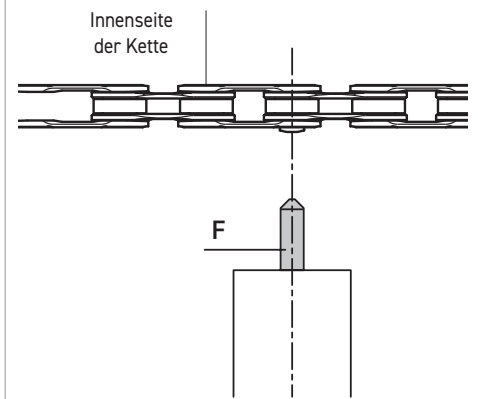

Abb.20
- Kontrollieren Sie, dass die konische Spitze des Schiebers genau auf die Mitte der Hülse Ultra-link **ULTRA-LINK 5-CN-RE500 (11s)** / **5-CN-SR600 (12s)** (Abb. 20) ausgerichtet ist.